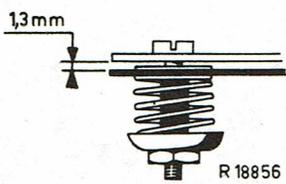

Fig.2
5. La suspension flexible du moteur doit être réglée de façon que la distance entre la plaque de montage et la plaque de montage du moteur est de 1,5 mm. (voir fig. 2).